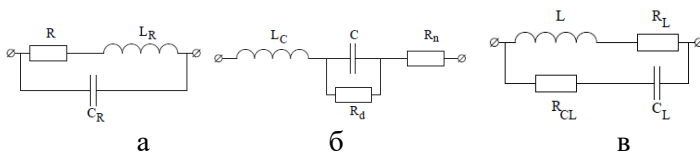

Рис. 1.6.1. Схемы замещения пассивных элементов: а - резистора, б - конденсатора, в - дросселя.
- паразитная индуктивность (см. рис. 1.6.1 а).